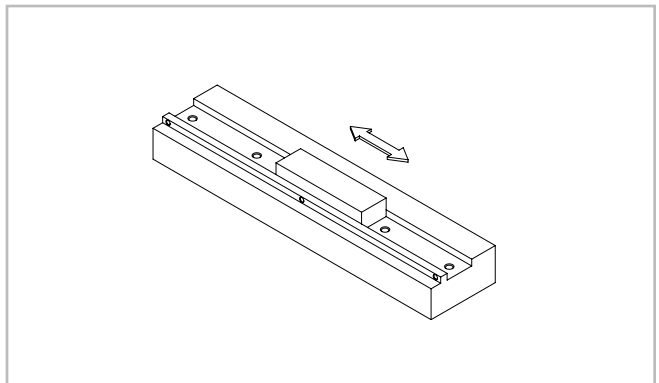

Abb. 53
(1) Die Montagefläche mit einem Ölstein abziehen, sowie Grate, Unebenheiten und Schmutz entfernen (s. Abb. 53).